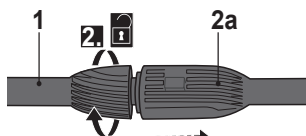

Fig. 6
> Pentru a detașa lancea cu presiune (1) împingeți-o înspre racordul lăncii (2a) (Fig. 6, pasul 1) și răsuțiți-o în sens invers acelor ceasului pentru a o detașa (Fig. 6, pasul 2).